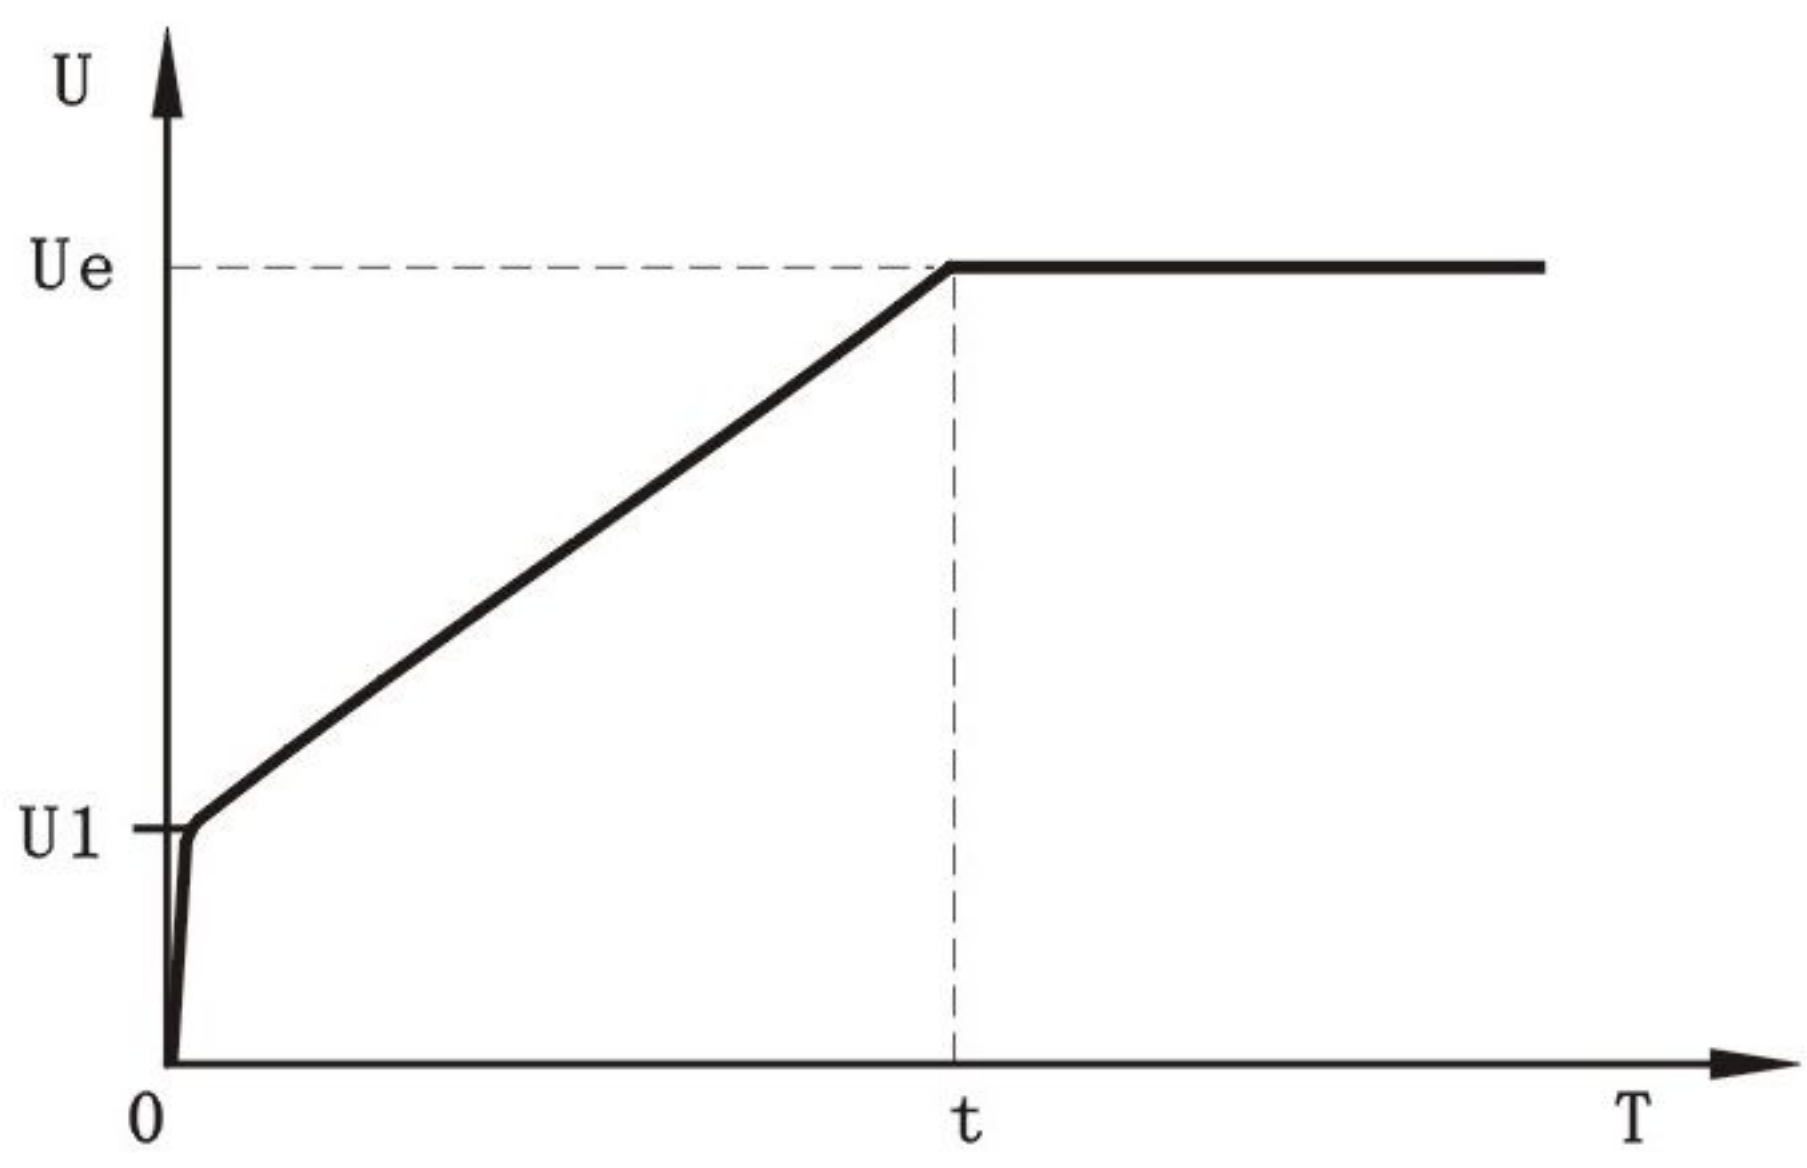

图12-2-1
- ① 代码FB设为(1电压)时为此电压起动模式。图12-2-1给出了电压斜坡起动的输出电压波形。其中U1为起动时的起始电压值，当电机起动时，在电机电流不超过额定值400%的范围内，软起动器的输出电压迅速上升至U1，然后输出电压按所设定的起动参数逐渐上升，电动机随着的电压的上升不断平稳加速，当电达到额定电压Ue时，电机达到额定转速，旁路接触器吸合，起动过程完成。
- ② 起动时间t是根据标准负载在标准实验条件下所得的控制参数,RPR1-3000系列软起动器以此参数为基准，通过控制输出电压使电机平稳加速以完成起动过程，并非机械地控制时间t而不论电机加速是否平稳。鉴于此，在负载较轻时，起动时间往往小于设定的起动时间，只要能顺利起动则属正常。一般而言，电压斜坡起动模式适用于对起动电流要求不严而对起动平稳性要求较高的场合。